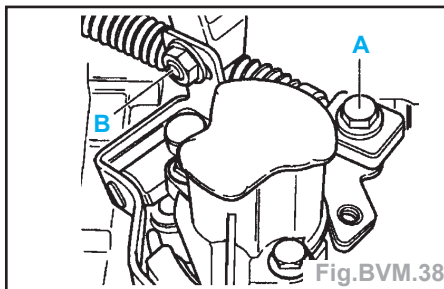

Fig. BVM.38
- Desserrer la vis (A) et l'écrou (B) jusqu'à ce que le câble de commande et l'entraîneur du câble de sélection soient mobiles dans les trous oblongs (Fig. BVM.38).